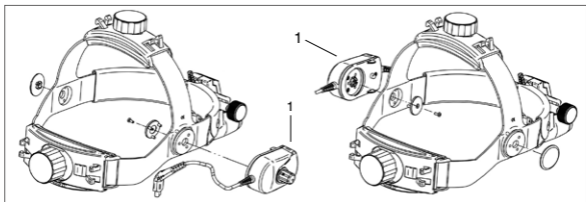
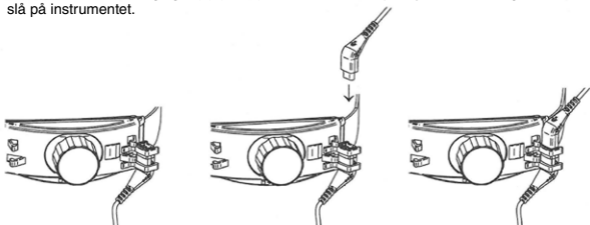

Bild 6 Montering av pannbandsregleraren
Bild 8
Reglaget för ljusstyrka (1) kan monteras på vänster eller höger sida av huvudbandet (se bild 6). Ljusstyrkan kan när som helst justeras med ljusreglaget (1).
För att använda ML4 LED med HEINE® mPack eller HEINE® EN50, anslut den korta sladden från ljusreglaget med sladden från mPack UNPLUGGED/Cinch och fäst detta på nackbandet (bild 8). Koppla instrumentet till cinch-kontakten på HEINE® mPack or HEINE® EN50. Med reglaget (1) (bild 6) kan man ställa in ljusstyrkan och stänga av och slå på instrumentet.